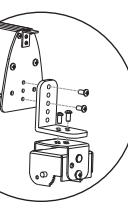

图4
- ① 首先把线材收纳到安装支杆内, 如图1。然后能把底盖套入吊架支杆, 如图2。把后安装板安装到吊架支杆, 紧固螺丝(配件⑤), 如图3。把前安装板安装到吊架副杆的面板上, 再把角度调节器安装到前安装板上, 紧固螺丝(配件⑥), 如图4。